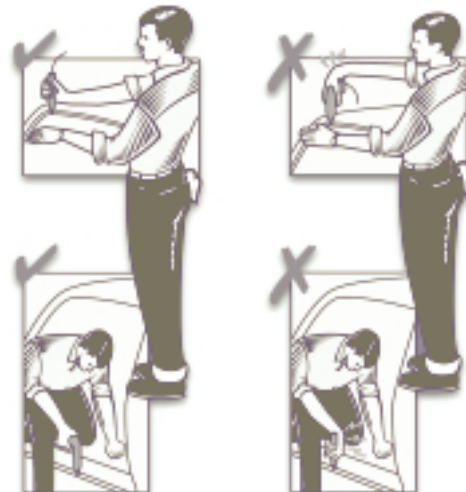

Abb. 3.
- durch Auswahl der richtigen Werkzeugform für die jeweilige Anwendung (Pistolengriff oder Stabform). **Abb. 3.**